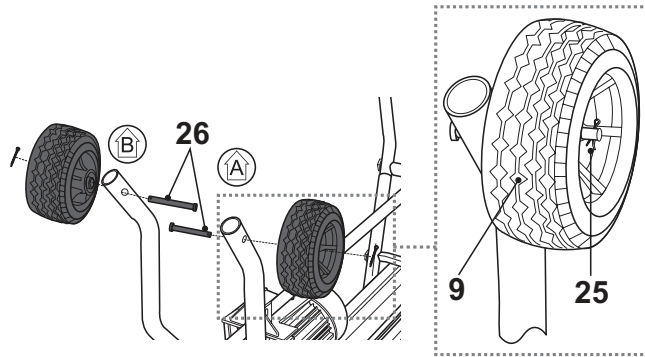

Fig. 2h
- Insérez les essieux [26] dans les pieds A [12] et B [10], enfitez une roue [9] sur chaque essieu et fixez les roues avec les goupilles de sécurité [25] (Fig. 2h).